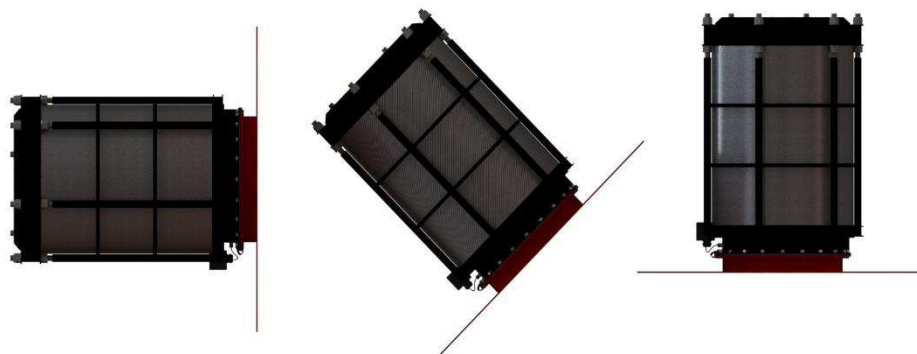

Abb. 9 – erlaubte Installationspositionen
- D) Die FLEX Anlagen können entweder senkrecht, waagrecht oder in einem Winkel montiert werden. Es sollte eine nicht zur große Menge an Staub und Schmutz aus der Technologie auf der Membrane haften bleiben. Die erlaubten Installationspositionen werden in der Abb. 9 dargestellt.